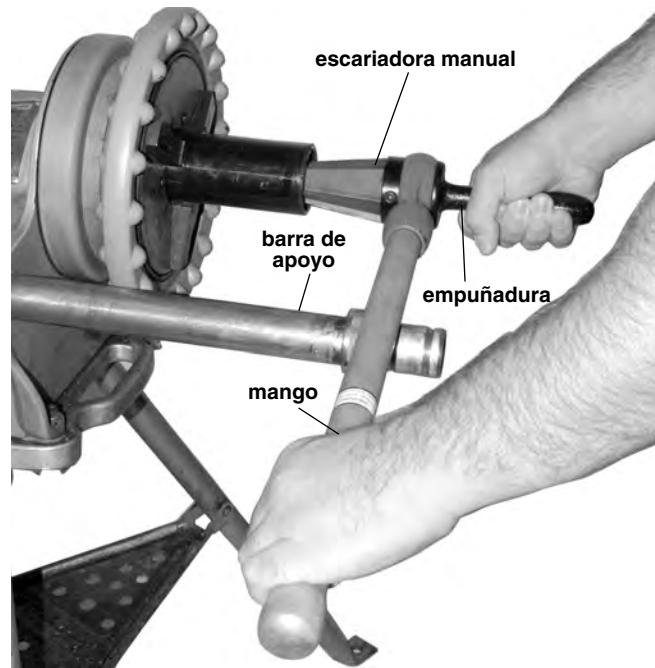

Figura 6 – Escariado de tubos con escariadora manual
- Pose el mango en la barra de apoyo izquierda (*Figura 6*) y sostenga la empuñadura de la escariadora con su mano derecha. Sus dedos no deben tocar la zona donde hacen contacto la escariadora y la barra de apoyo. Pueden sufrir pellizcos.